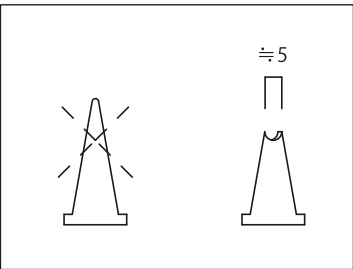

図 6 接着剤ノズル先端加工方法
⑤接着剤の塗布 (P.6「Belle K-CAL接着要領」図6参照)
⑥両面テープの剥離紙除去
⑦Belleパネルの取り付け